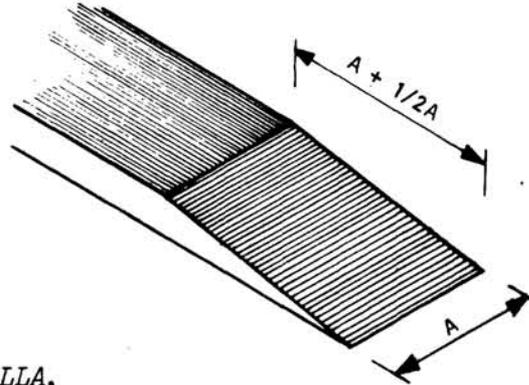

Fig. 4
2o Paso - *Bisele con la cuchilla los extremos de la correa, en una longitud igual a una vez y media el ancho de la correa (fig. 4).*
- 2o Paso - *Bisele con la cuchilla los extremos de la correa, en una longitud igual a una vez y media el ancho de la correa (fig. 4).*